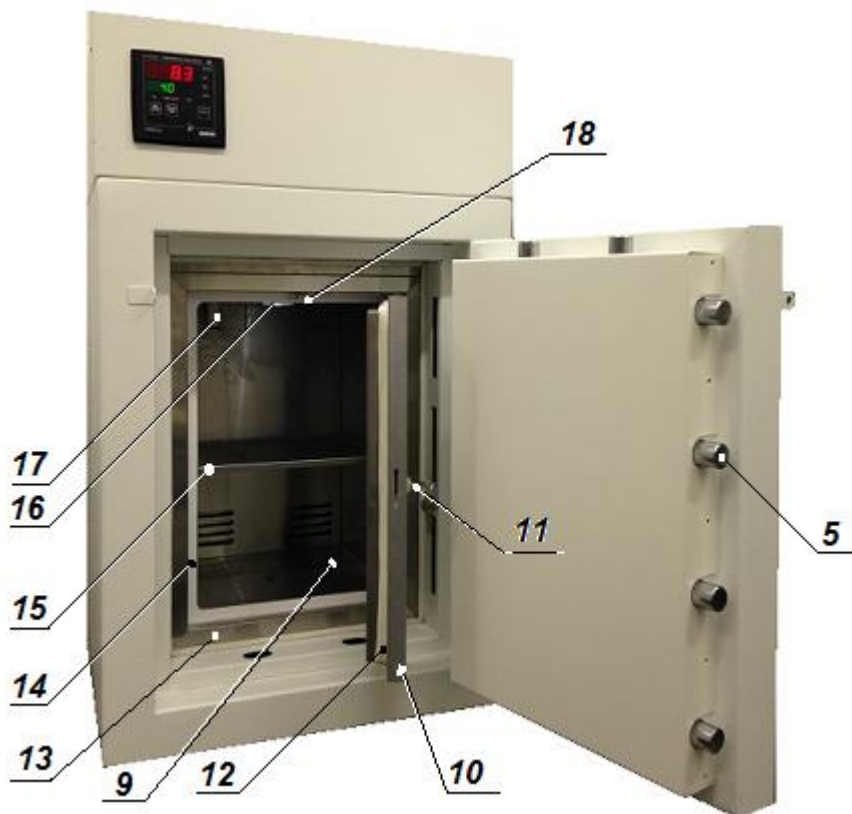

Рис.2. Рабочая камера изделия
4.2 Рабочая камера (рис.2) термостата (9) выполнена из нержавеющей стали и отделена от корпуса сейфа при помощи высокоэффективного теплоизолирующего материала. Порт рабочей камеры (13) отделен от полезного объема рамкой из полистирола (14) и снабжен дверью (10) из нержавеющей стали, которая оборудована замком (11) и резиновым уплотнителем (12), а внутренняя полость ее заполнена высокоэффективным теплоизоляционным материалом.